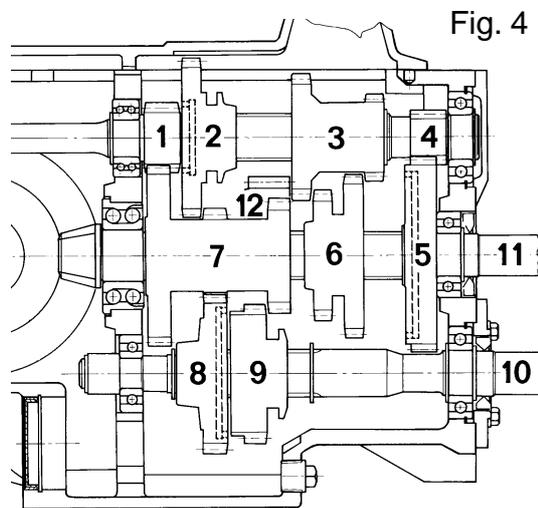

Fig. 4
- Avvitare o svitare l'asta **H** fino ad ottenere l'esatto allineamento delle dentature degli Ingranaggi **2** e **7** di (fig. 4) quando e' inserita una delle 3 marce.